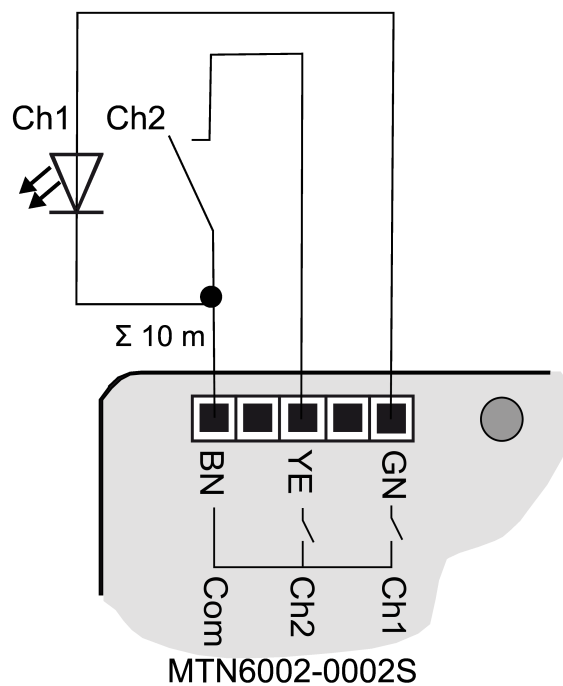
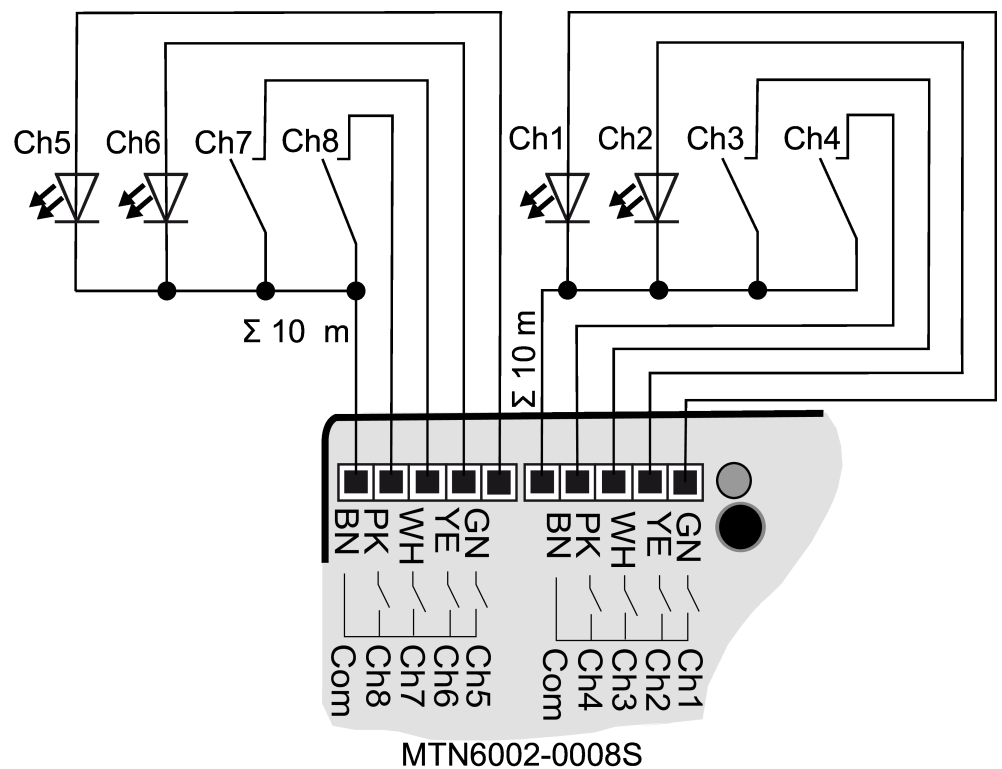

Figura 3: Esempio di collegamento Interfaccia Pulsanti Basic 2 canali
Figura 5: Esempio di collegamento Interfaccia Pulsanti Basic 8 canali
- Collegare pulsanti, interruttori, contatti, LED o NTC in base agli esempi di collegamento con i cavi di collegamento in dotazione (4) (Vedi figura 3) fino a (Vedi figura 5). Gli esempi di collegamento mostrano l'utilizzo con ingressi e uscite.